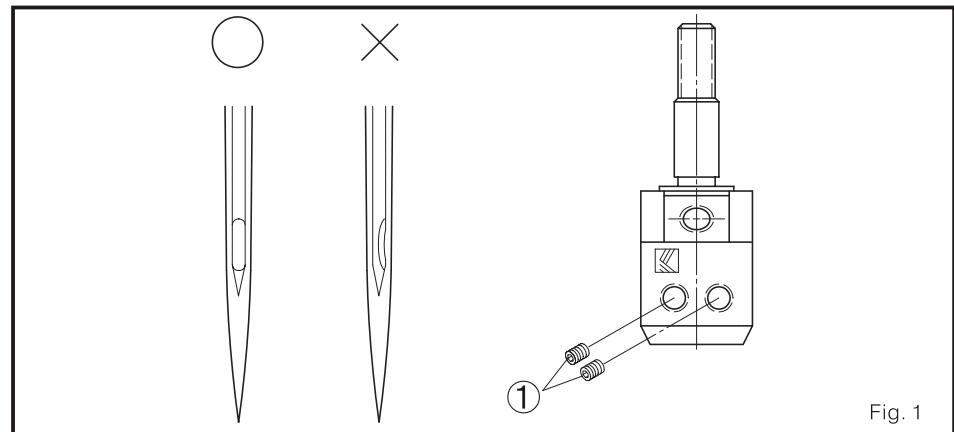

Fig. 1
1. Cuando instale la aguja, por favor gire el ojal de aguja para que este de frente hacia atrás directamente. Afloje el tornillo 1, e inserte la aguja en el fondo de la aguja. Si estuviera instalada incorrectamente, podría causar puntadas saltadas e hilo roto. Incluso el bucleador podría romperse. Por favor tenga mucho cuidado (Fig. 1)